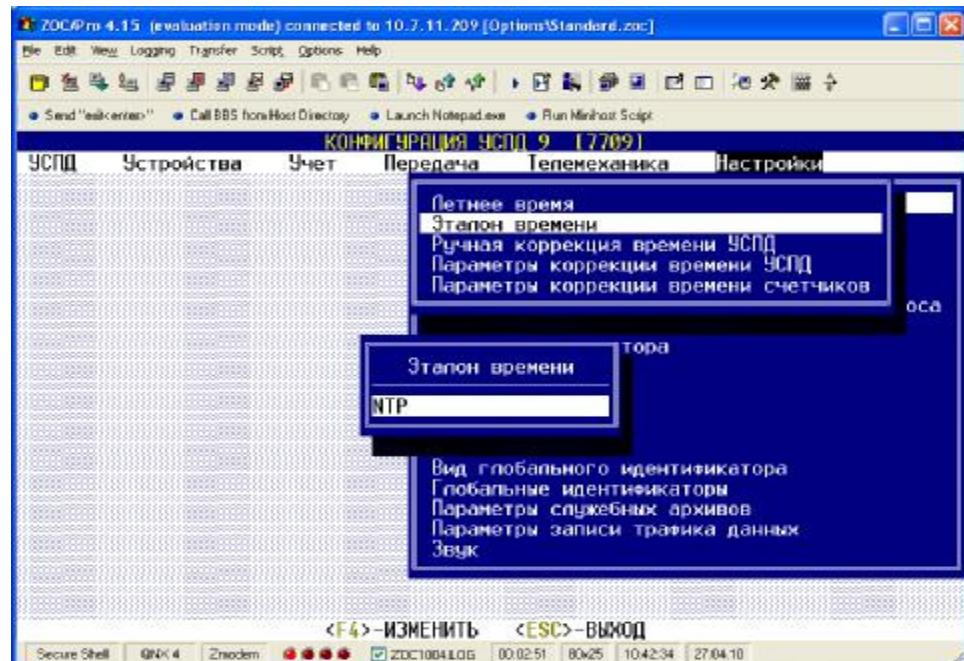

Рисунок 21
6.5.1.6. Перейти к окну «Конфигурация» => «Справочники»=> «Эталон времени» Выбрать позицию «NTP» рисунок 21.